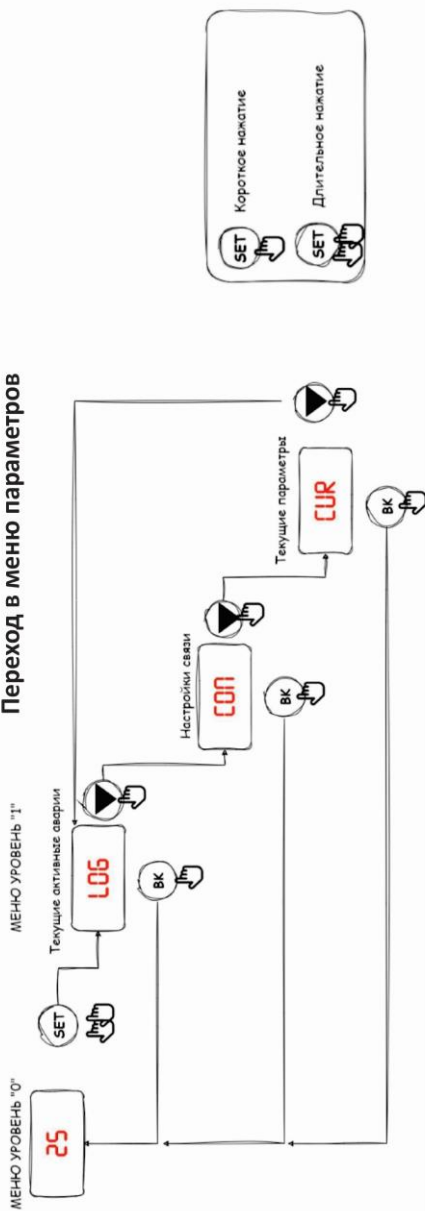

Рис. 6 - Структура Стартового меню и переход в меню параметров блока управления кондиционеров MHW-105S(1) UNicontroller и MHW-108S(1) UNicontroller
6.4 Структура меню и описание работы блока управления показана на рис. 6 и 7.